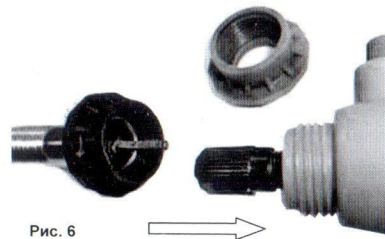

Рис. 6
- Когда гибкий вал установлен в цангу, необходимо закрутить фланцевую гайку на корпус гравера (См. Рис.6).